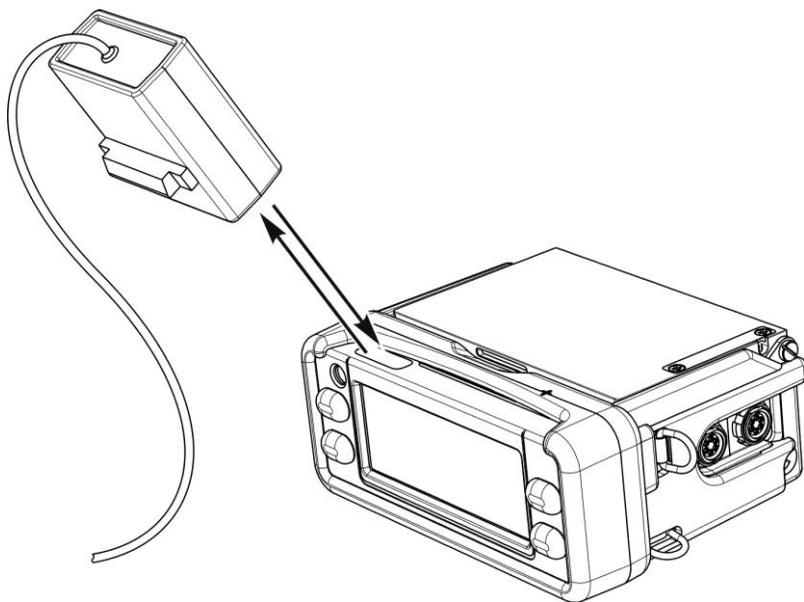

Рисунок 2.39 – Розташування пульта дозиметра та адаптера USB/IrDA для виконання передачі результатів вимірювання в ПК
- розташувати пульт дозиметра таким чином, щоби його інфрачервоний порт знаходився навпроти адаптера USB/IrDA ПК на відстані від 5 см до 30 см (рис. 2.39);
Для зчитування даних з пам'яті дозиметра увімкніть пульт дозиметра. В програмі виберіть пункт меню «Дані - Зчитати» і піднесіть адаптер USB/IrDA до інфрачервоного порту пульта дозиметра (рис. 2.39 цієї НЕ). У рядку стану можна спостерігати за ходом зчитування. Після завершення зчитування там з'явиться повідомлення «Зчитування завершено», а в основному полі програми будуть відображені зчитані дані.